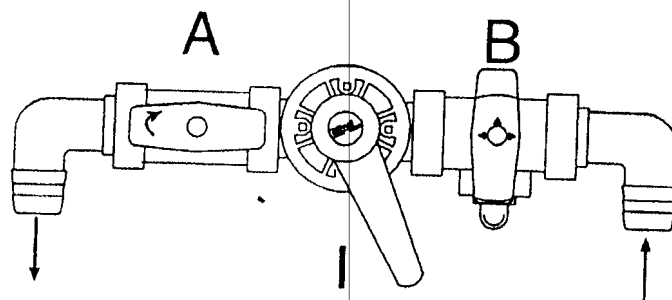

Fig. 8
- 2) Повторное наполнение установки: откройте кран слива и кран «впуска чистой воды». Установите рукоятку реверсивного крана на трехходовой кран (В), закройте двухходовой кран (А) и установите трехходовой кран как показано на рис.8.